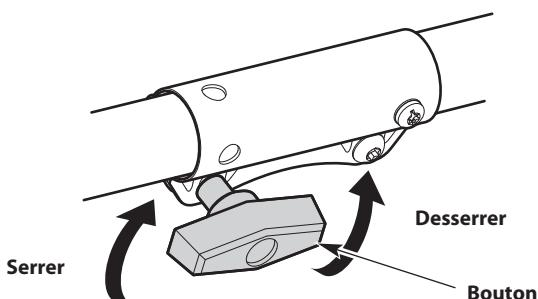

Fig. 5
3. Tournez le bouton dans le sens contraire des aiguilles d'une montre pour desserrer le coupleur (Fig. 5).
- Tournez le bouton dans le sens contraire des aiguilles d'une montre pour serrer le coupleur (Fig. 5).
- Tournez le bouton dans le sens contraire des aiguilles d'une montre pour desserrer le coupleur (Fig. 5).